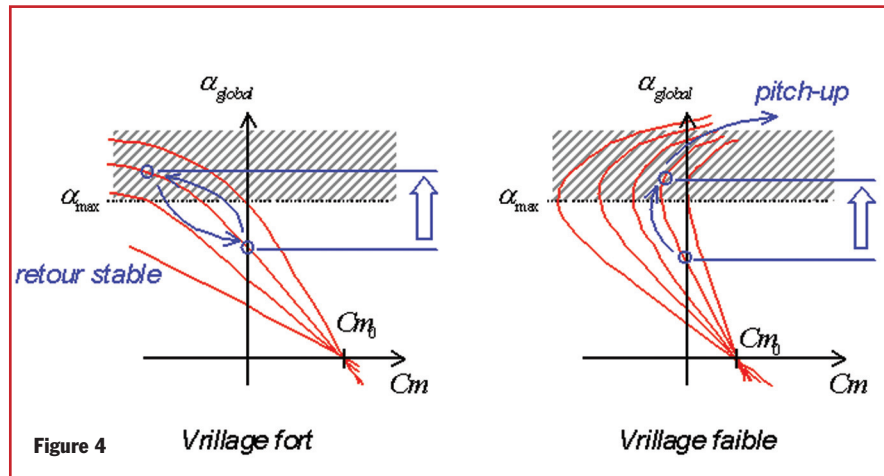

Figure 4
Les courbes de stabilité (incidence = $f(Cm)$) typiques présentées en figure 4, pour les premiers et deuxième cas, montrent bien le dérou-
- La répartition de portance le long de l'envergure procure au-delà du décrochage une zone instable caractéristique en cas de vrillage faible, et une stabilité augmentée en cas de vrillage fort (figure 4).